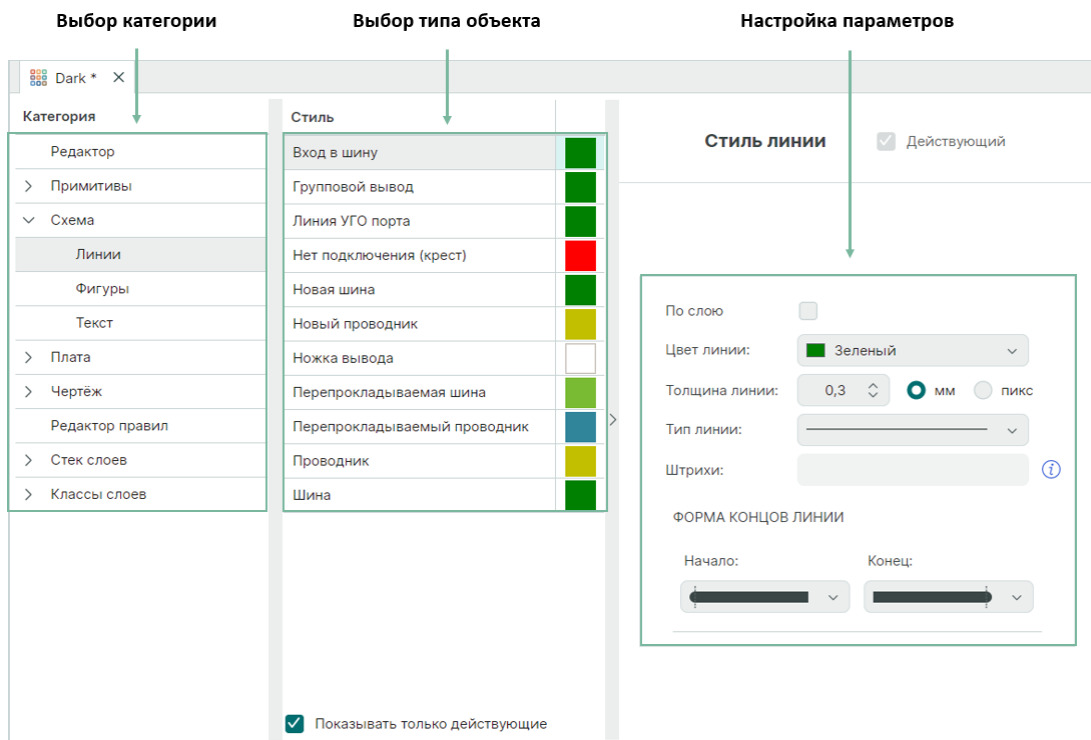

Рис. 140 Изменение внешнего вида элемента интерфейса
4. Задайте новые параметры отображения объекта в области настройки, Рис. 140.